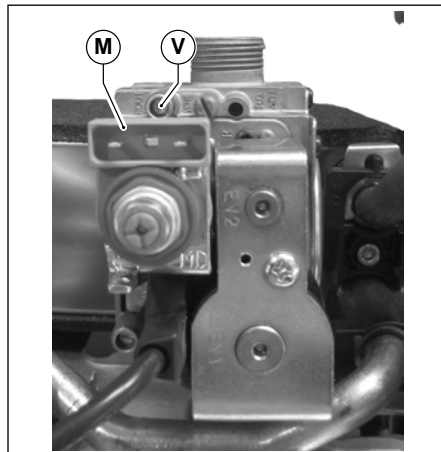

Рис. 48 Ниппель контроля
- Поключить манометр к штуцеру контроля давления **V** (смотри Рис. 48 Ниппель контроля).